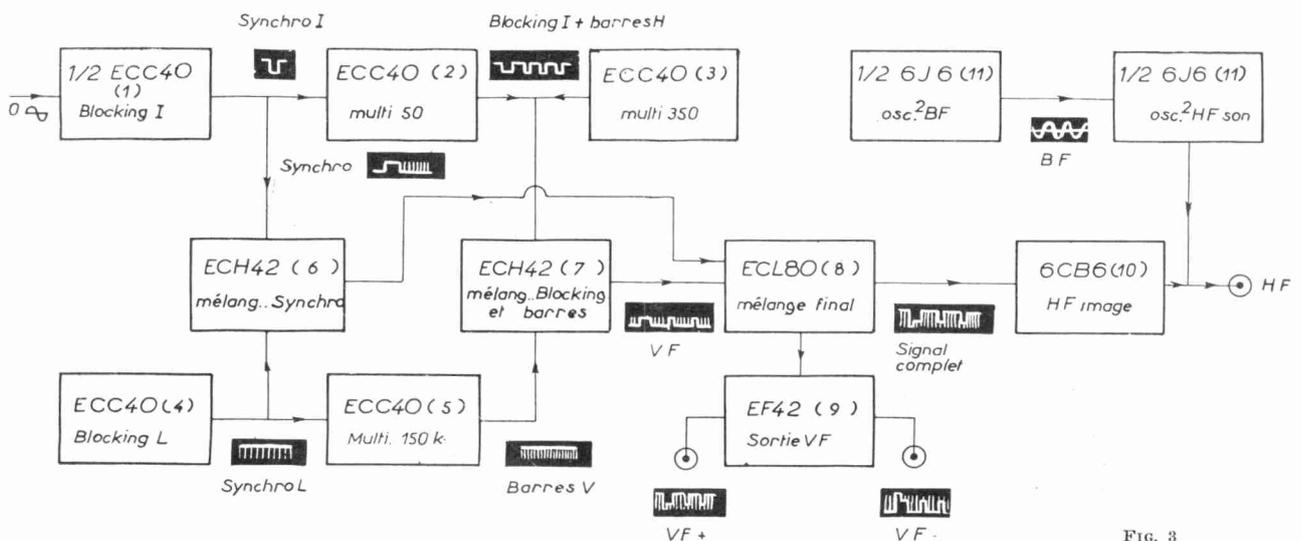

FIG. 3
- La figure 3 donne le diagramme général de notre mire. On y trouve successivement :